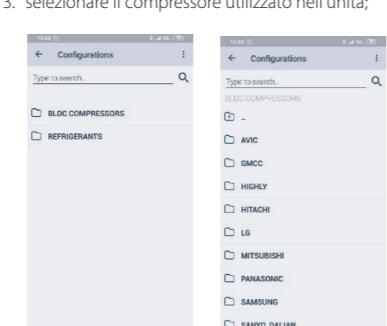

Fig.3
3. selezionare il refrigerante utile (fig. 3)